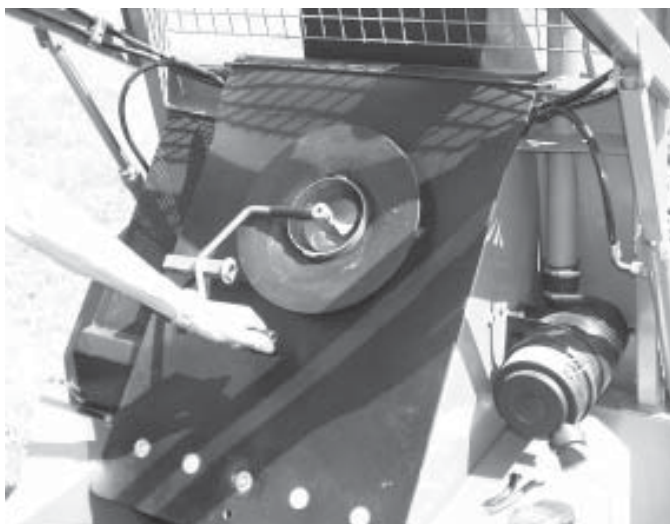

fig. 23
- tournez la vis longitudinale pour dégager les objets qui la bloquent (fig. 23),